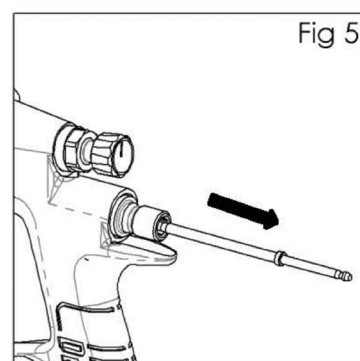

Fig 5
4. Retirez le pointeau à liquide (24) (Voir fig 5).